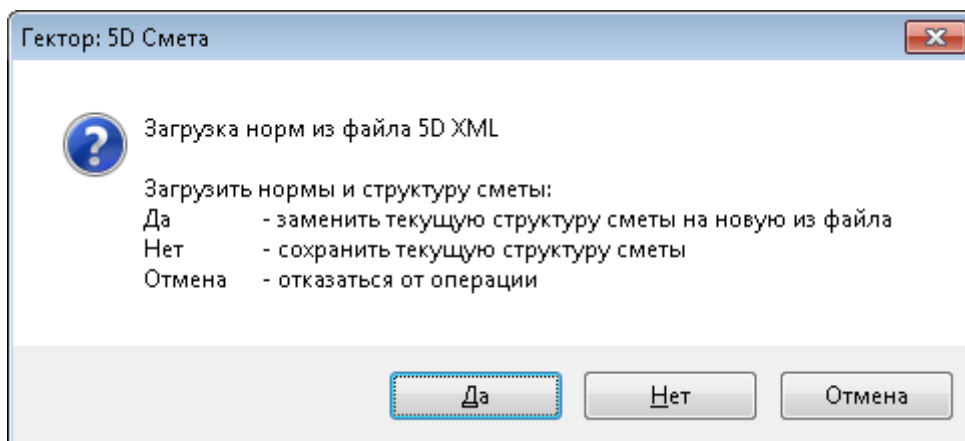

Рис. 76. Вариант загрузки норм и структуры сметы из 5D XML файла
- загрузка информации о назначенных сметных нормах и структуре сметы из ранее сохраненного файла в формате 5D Смета XML. При этом, если в текущем проекте структура сметы не создана, то она будет скопирована вместе с нормами из загружаемого файла. Если же она уже существует, то пользователю будет предложено выбрать вариант действия (рис. 76).